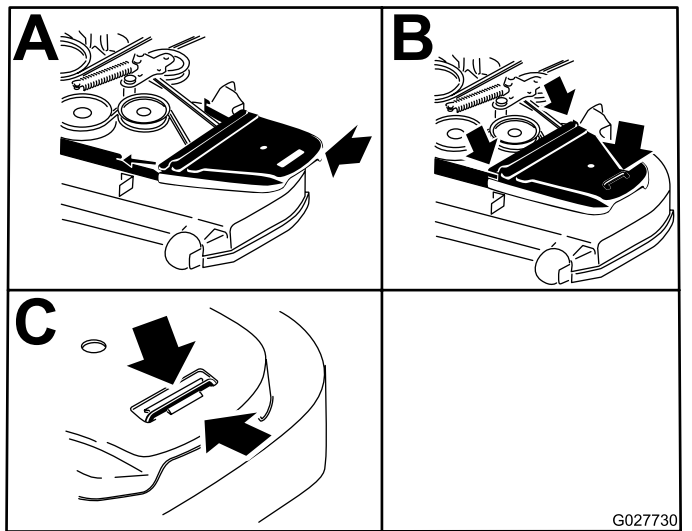

Figura 63
12. Coloque as coberturas da correia e os parafusos presos a elas (Figura 63).